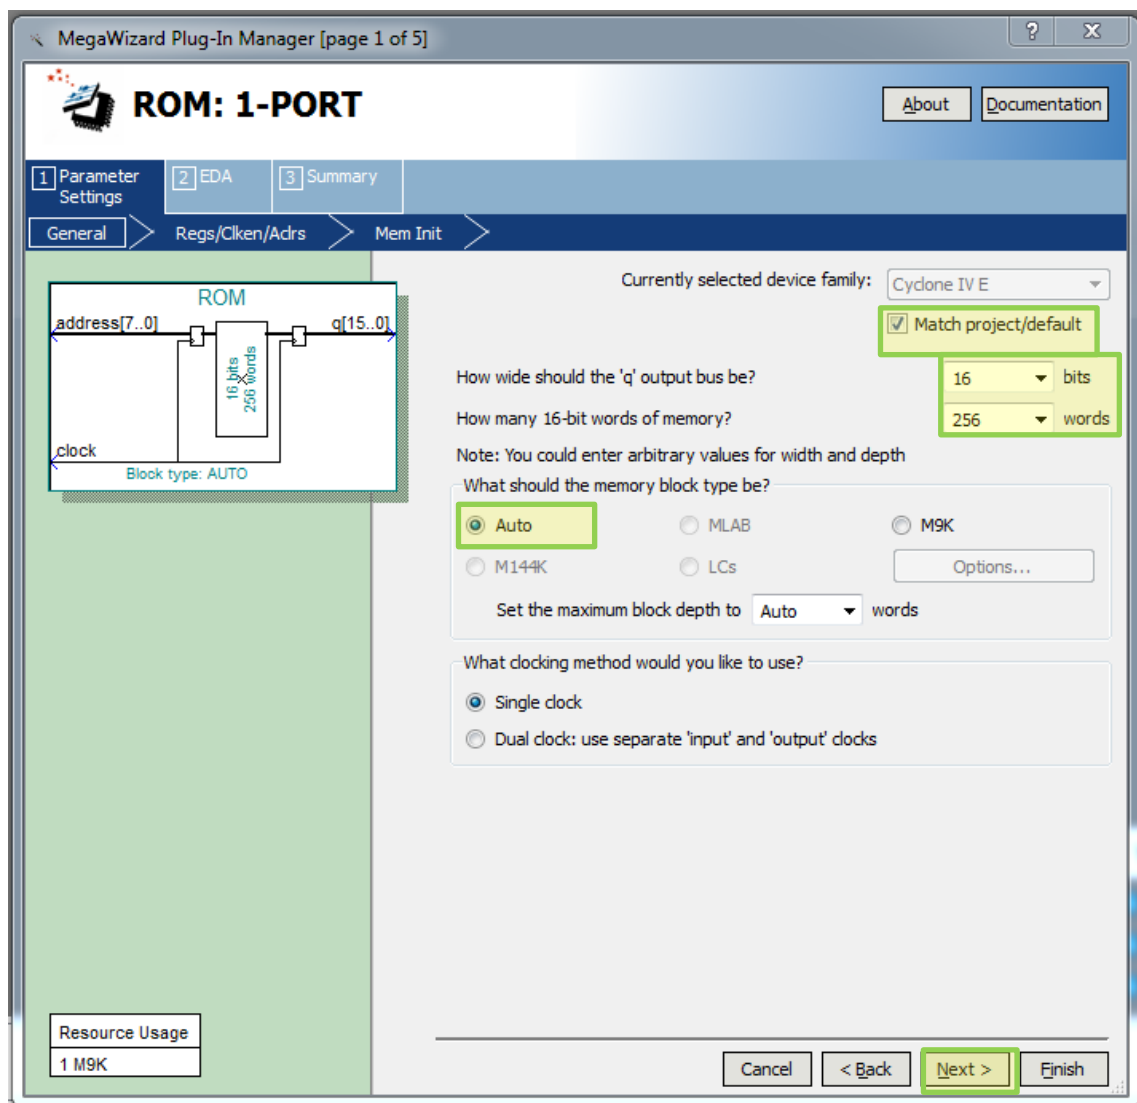

Рис. 11 Окно настройки экземпляра выбранного компонента (page 1)
4.3. В появившемся окне “**MegaWized Plug-In Manager [page 1 of 5]**” установите параметры как на рис. 11. Выполните «Next».